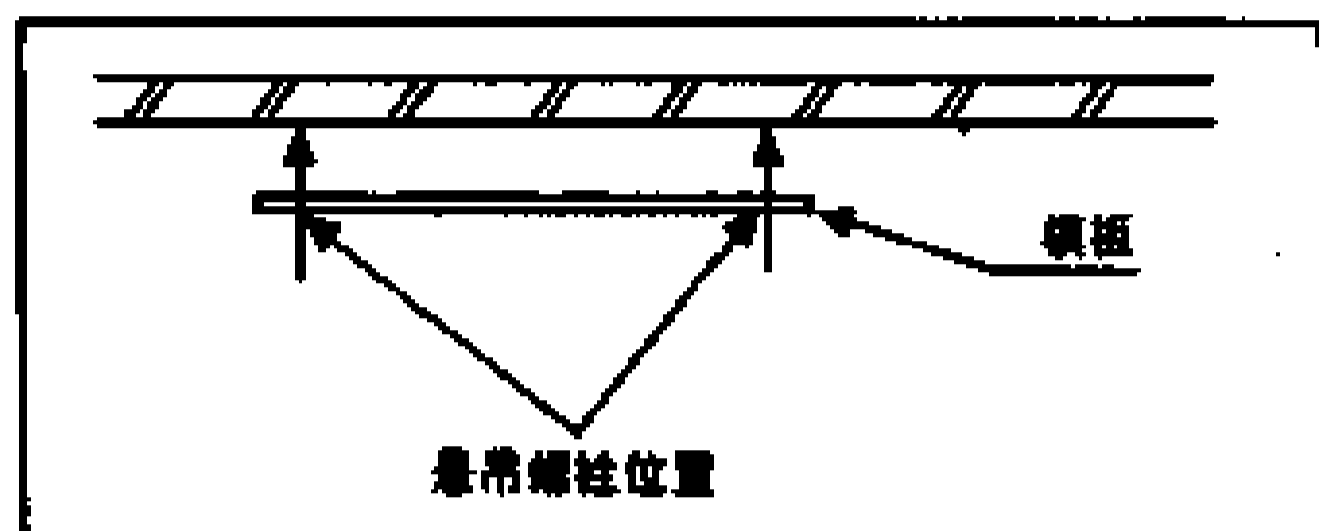

图 5-2-6
(2) 固定悬吊螺栓，使各个螺栓能承受 490N 拉伸负荷。如图 5-2-6 所示。
(3) 进行排布，使悬吊螺栓伸出天花板面 90mm。
(4) 室内机的悬吊